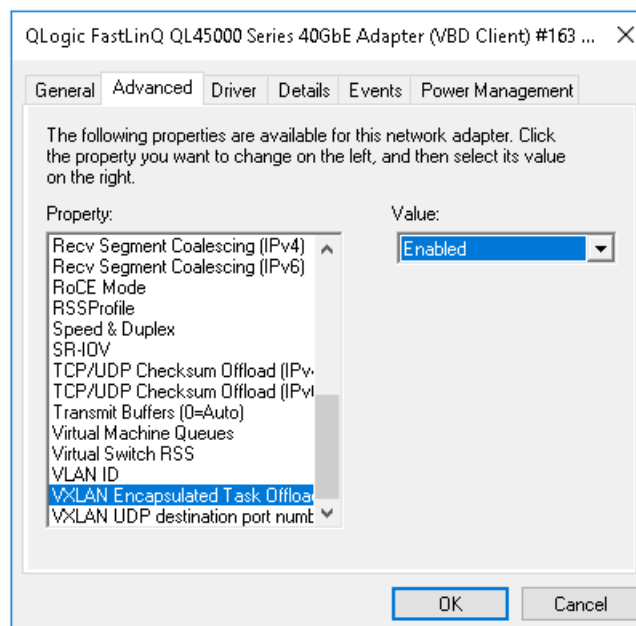

Abbildung 9-16. Erweiterte Eigenschaften: Aktivieren von VXLAN
2. Wählen Sie auf der Seite „Advanced Properties“ (Erweiterte Eigenschaften) (Abbildung 9-16) unter **Property** (Eigenschaft) die Option **VXLAN Encapsulated Task Offload** (Gekapselte VXLAN-Aufgabe – Offload) aus: